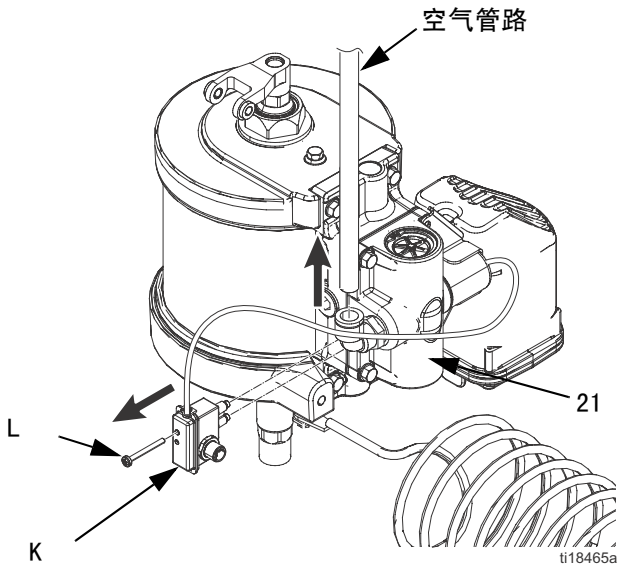

图 3：干簧管总成并取下空气管路
- a. 对于带 DataTrak 的马达：用 T25 Torx 扳手卸下螺丝（L）并断开干簧管（K）与空气阀（21）的连接。参见图 3（第 10 页）。